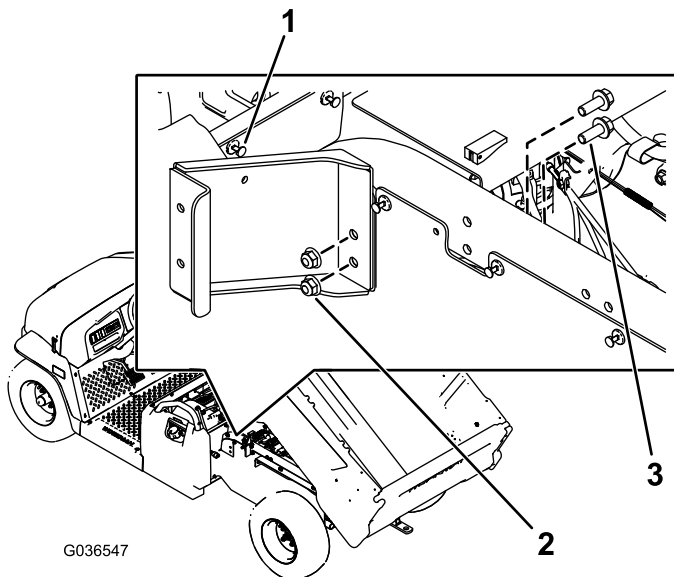

图1
- 从后座椅底座下的左侧面板卸下铆钉（图1）。
- 如图1所示，用 2 个凸缘螺栓（3/8 x 1 英寸）和 2 个螺母（3/8 英寸）安装左环形支架。